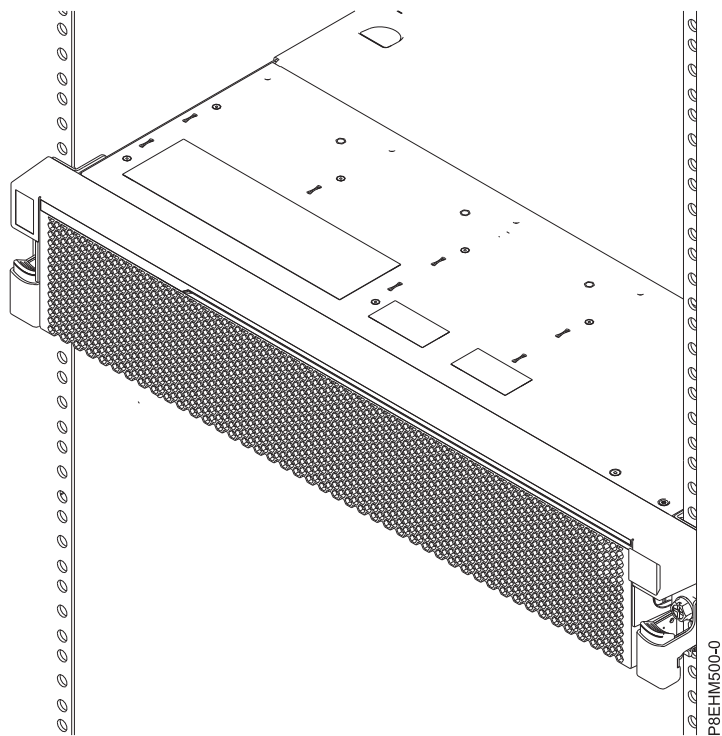

図 20. ラックに設置されたサーバー
6. 前面カバーを、システムの前面に取り付けます。 17 ページの図 20を参照してください。